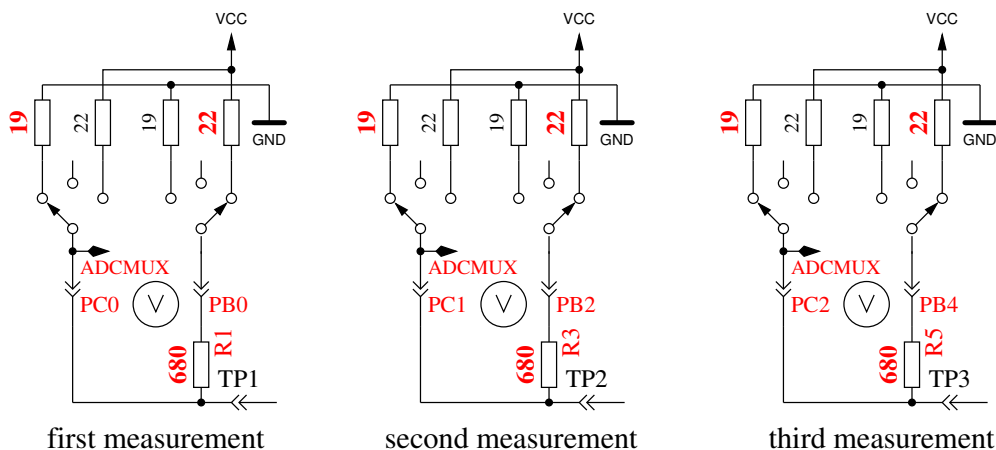

Рис. 5.56. Измерение внутреннего сопротивления порта С подключением выходных контактов к GND
8. **Измерение внутреннего сопротивления порта подключением выходных контактов к GND.** Этот и следующие тесты будут проведены, если выбрана опция AUTO_CAL. Внутреннее сопротивление порта C с выходами, подключенными к GND, измеряется по току через подключенные к VCC (+5 V) резисторы $680\ \Omega$, смотри рисунок 5.56. Могут быть измерены только три вывода порта АЦП. Внутреннее сопротивление портов В (PB0, PB2 и PB4) не может быть измерено без изменения аппаратных средств. Будем считать, что внутреннее сопротивление порта для различных портов практически одинаково. Величина сопротивления будет определена в следующем тесте.